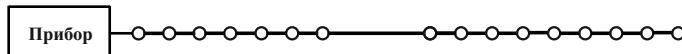

Рисунок 3
- Оптимальная физическая топология АЛС – шина (рисунок 3).